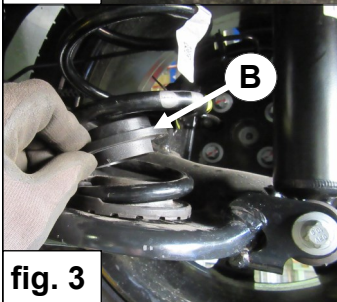

fig. 3
3. Placez la coupelle **B**. Introduisez le ressort auxiliaire **C** avec un mouvement de basculement dans le ressort principal. Voir fig. 3 & 4.
3. Placera fjädersäte **B**. Ta med ytterligare fjädern **C** med en lutande rörelse i huvud fjädern. Se fig. 3 & 4.